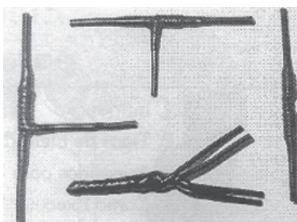

figura 51
4. Aspecto final da isolação com fita isolante (**figura 51**).